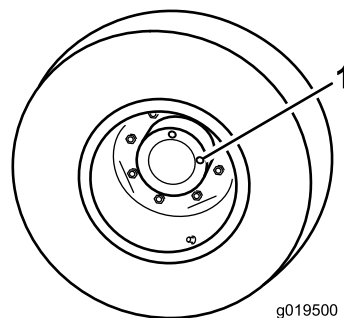

Figura 66
2. Posicione a roda de forma a que 1 tampão de verificação (Figura 66) fique na posição das 12 horas e o outro na das 3 horas.
3. Retire o tampão da posição das 3 horas (Figura 66).